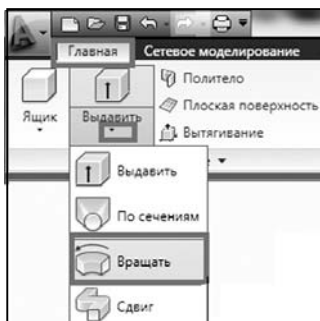

Рис. 7.5. Расположение команды «*Вращать*» на «*Ленте*»
- ♦ «*Лента*»: «*Главная*» → «*Моделирование*» → раскрывающаяся кнопка «*Выдавить*» → «*Вращать*» (рис. 7.5);